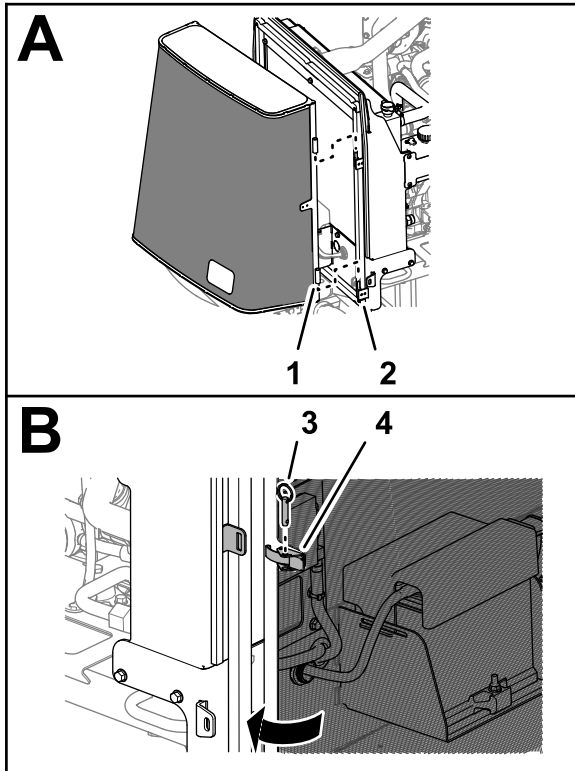

Figura 21
1. Montate la cerniera della griglia sui perni orientabili del telaio del radiatore (Figura 21).
2. Chiudete la griglia e fissatela al telaio del radiatore con il fermo (Figura 21).
3. Inserite il perno sferico attraverso i fori nel dispositivo di fermo (Figura 21).